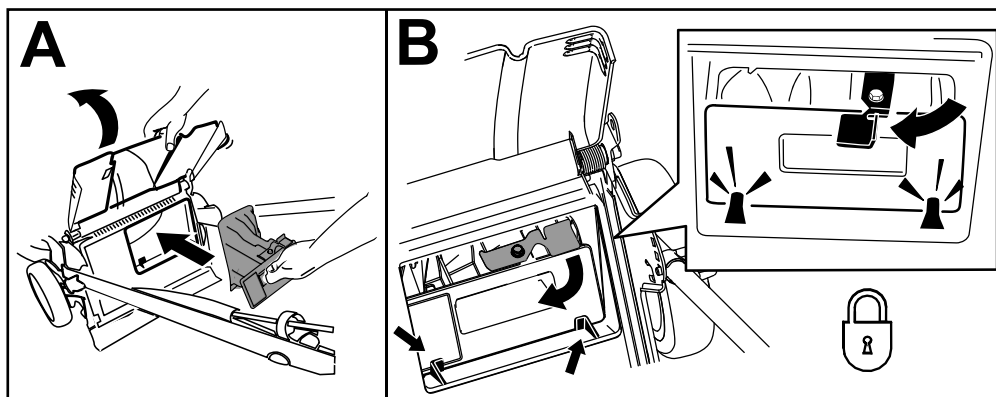

図 25
**重要**後部プラグがロックされていることを確認してください。プラグをロックするには後部のデフレクタ 図 25 を上げ、プラグがパチンと音を立てて嵌まるまでタブの後ろからしっかり押し付け、プラグのレバーを左に回します 図 25。